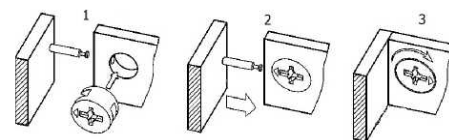

Рис. 4 - Соединение эксцентриковой стяжкой
- К перегородке (6), присоедините щиты жесткости (10,11), завернув эксцентрики (Рис.4).
- К щитам жесткости (10,11,12,13), нижнему щиту (3) и цокольным брускам (1,2), присоедините боковые стенки (4,5) завернув эксцентрики (Рис.4).